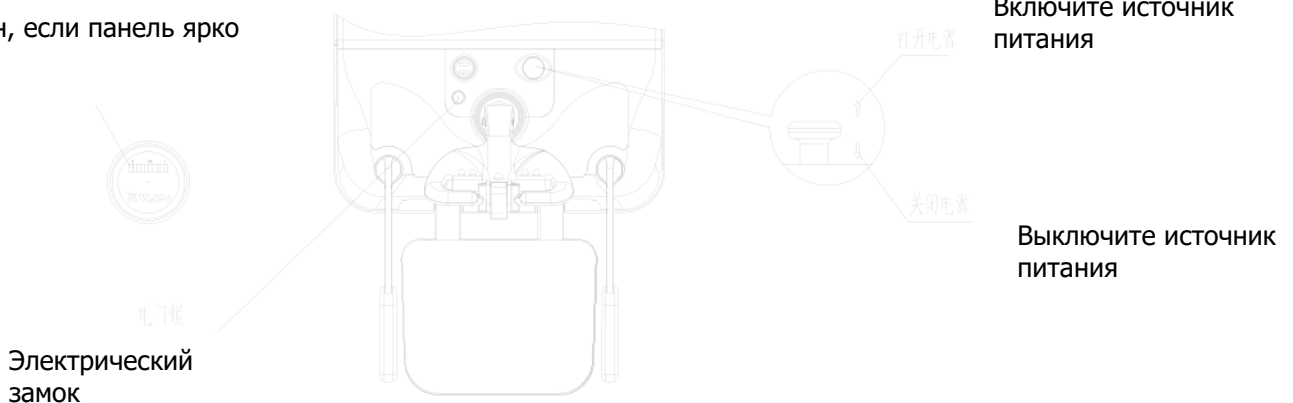

Рис.1
5.1.2 Проверьте, заряжен ли аккумулятор, используя метод, указанный на рис.1. Выньте выключатель общего питания, чтобы включить общий источник питания, разблокируйте электрический замок на ручке, проверьте счетчик электроэнергии на приборной панели транспорта. Если панель ярко горит, это означает, что аккумулятор разряжен. Запрещается эксплуатировать транспорт с разряженным аккумулятором, так как это значительно сократит срок службы аккумуляторов и приведет к их повреждению.